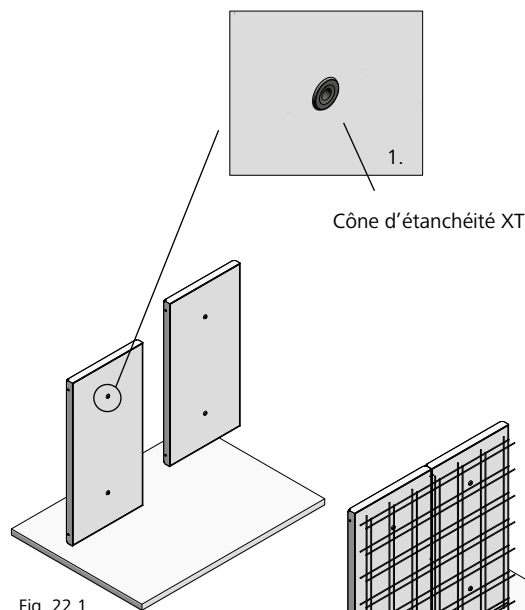
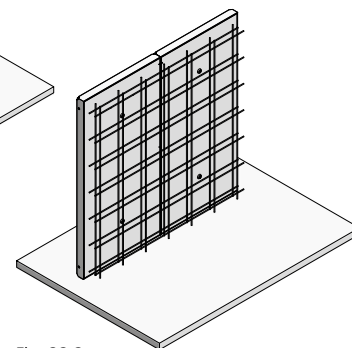

Fig. 22.1
Fig. 22.2
1. Installer la première face du coffrage (Fig. 22.1 et ST-XT-5), exécuter les travaux de ferrailage (Fig. 22.2).